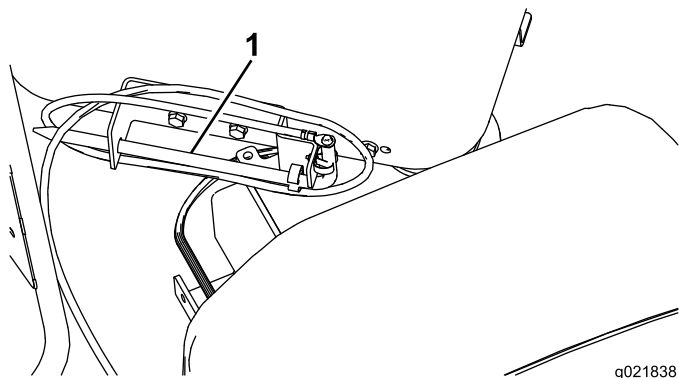

Рисунок 64
8. Разместите стойку заземления на хранение в держателе на платформе оператора, как показано на Рисунок 64.